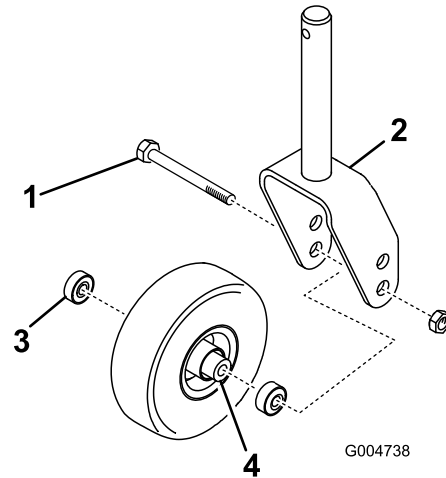
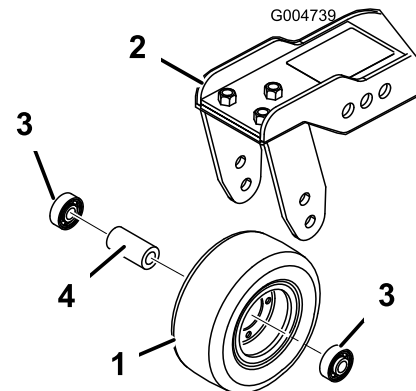

Figura 90
Figura 91
1. Togliete il dado di bloccaggio dal bullone che fissa il gruppo ruota orientabile alla forcella (Figura 90) o al braccio di rotazione (Figura 91).
2. Togliete il cuscinetto dal mozzo della ruota e lasciate cadere il distanziale del cuscinetto (Figura 90 e Figura 91).